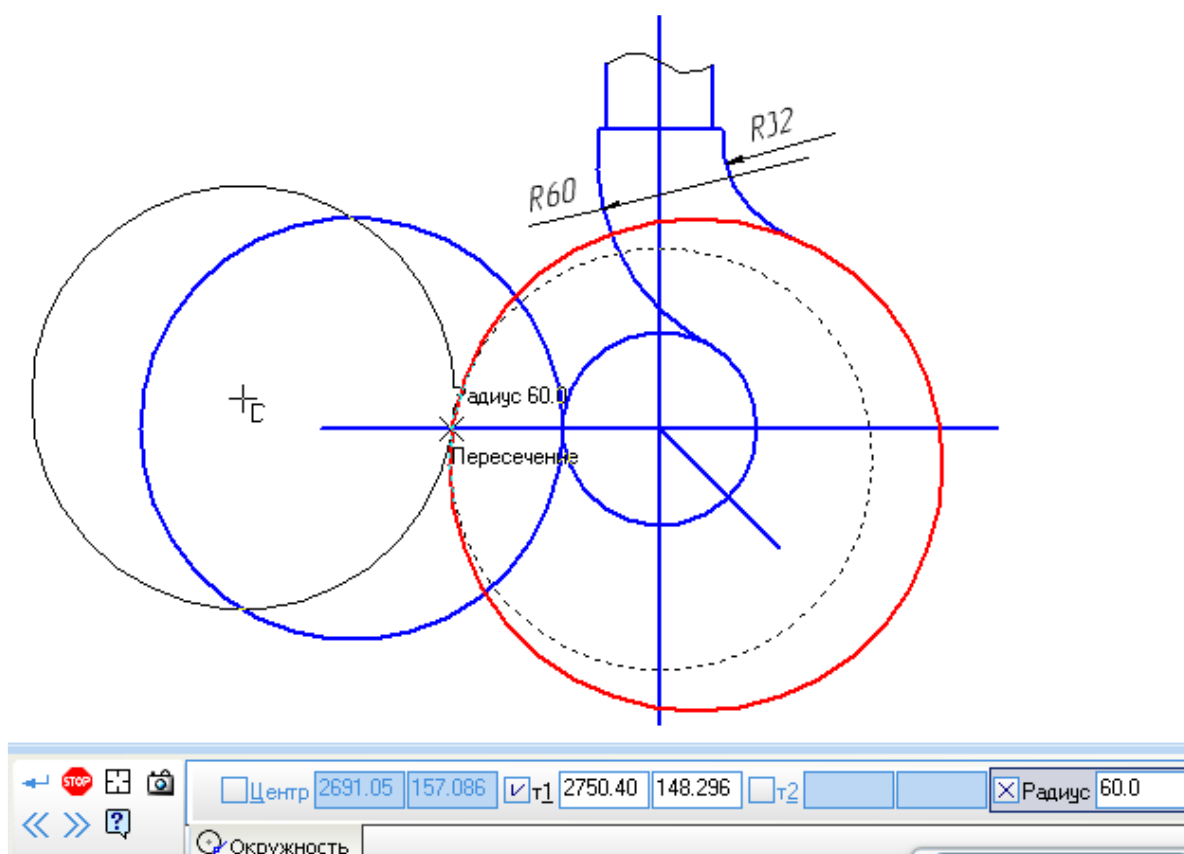

Рис. 3.19. Построение касательных окружностей радиусом 60 мм
6. Аналогично построим две окружности радиусом 60 мм, касательные к окружности диаметром 55 мм и 70 мм и обрежем «лишние» части окружностей, (рис. 3.19).